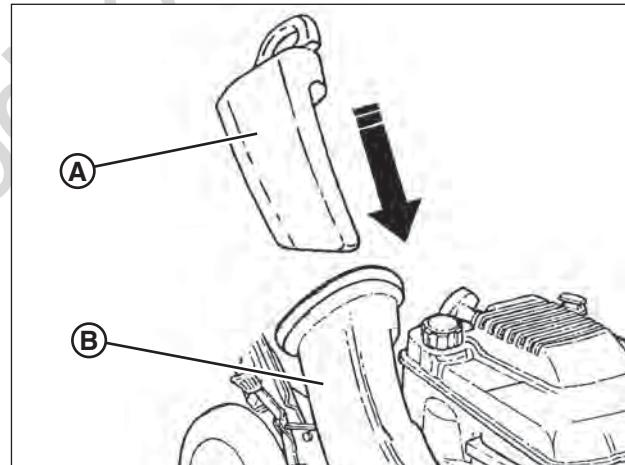

Figure 11 : Installation du bouchon de paillage
1. Installer le bouchon de paillage (**A**, **Figure 11**) si le paillage est désiré une fois l'adaptateur de sac installé. Installer le bouchon de paillage complètement et fermement dans l'adaptateur de sac (**B**).